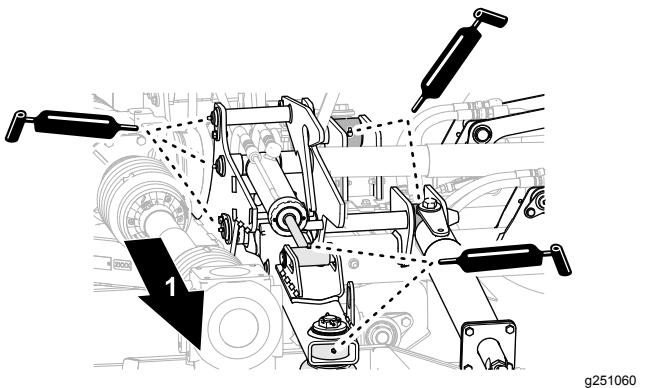

Figura 52
- Aplique la grasa especificada en los brazos de elevación, los cilindros hidráulicos y los tirantes de impactos de las carcasa izquierda y derecha del cortacésped (Figura 52).